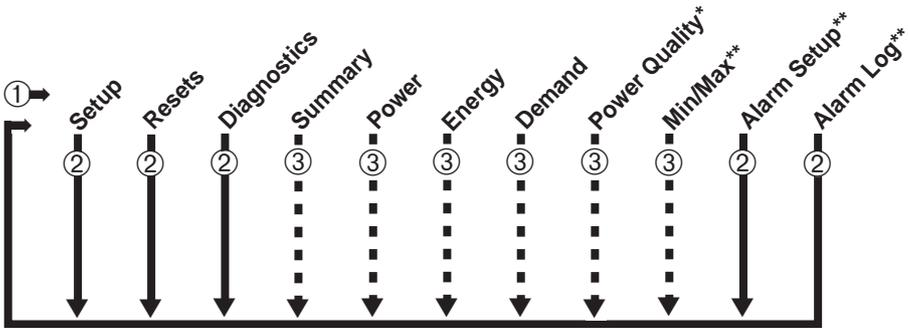

Figure 7-1 : Navigation à travers les paramètres du Power Meter
Pour accéder à un mode, effectuer les étapes suivantes et consulter la figure 7-1:
1. Appuyer sur le bouton *Mode* jusqu'à ce que le mode désiré apparaisse (①, figure 7-1).
3. Pour les modes Setup, Resets, Diagnostics, Alarm Log** ou Alarm Setup**, appuyer sur le bouton *Select* pour choisir un champ (②) et atteindre l'écran correspondant au mode.